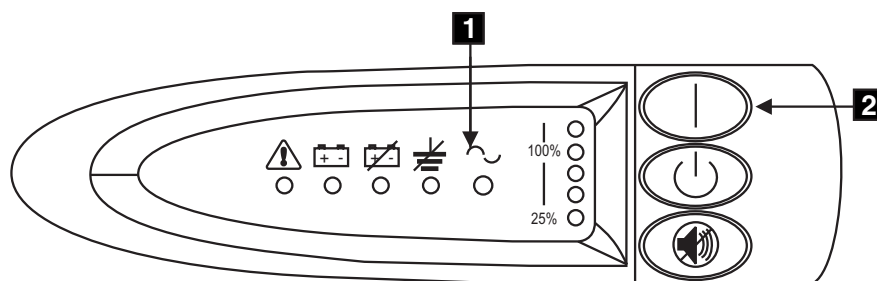

図 21. 無停電電源装置 5125 の電源スイッチとインディケータ
- UPS 5125 が自己診断テストを行っている間、すべてのフロント・パネル・インディケーターが、短時間明滅する。テストが完了すると、モード・インディケーター **1** が明滅して、UPS 5125 が待機モードになったことを示します。51 ページの図 21 を参照してください。
UPS 5125 からピープ音が聞こえるまで (約 1 秒)、UPS 5125 のオン・ボタン **2** を押したままにします。モード・インディケーターが明滅を停止し、負荷レベル・インディケーターが、UPS 5125 によって提供される負荷の % を表示します。これで、UPS 5125 は通常モードになり、バッテリーの充電を行います。51 ページの図 21 を参照してください。